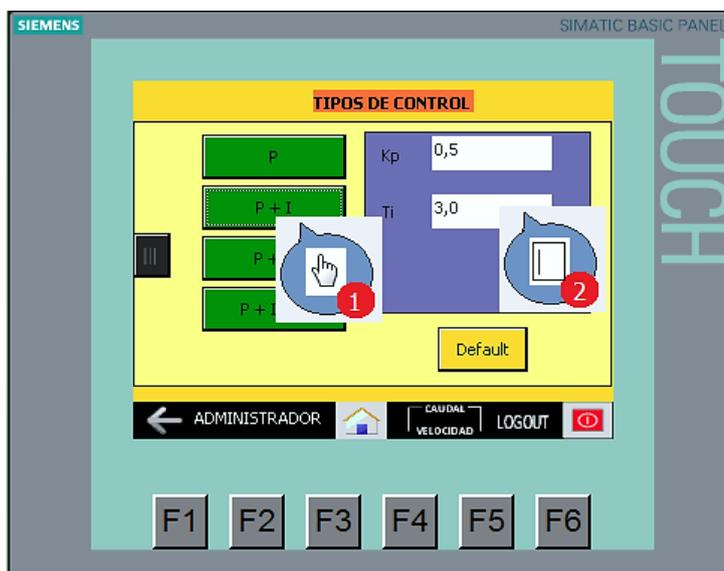

Figura 3.25: Configuración del control proporcional integral.
Para configurar este tipo de control se debe ingresar oprimiendo el botón de control proporcional integral (PI), entonces se mostrarán activas las constantes de ganancia proporcional K_p y tiempo integral T_i como parámetros configurables (figura 3.25).